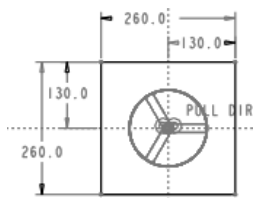

图 5.5 截面草图
(1) 选择命令。单击 模具 功能选项卡 形状 区域中的  拉伸 按钮。系统弹出“拉伸”操控板。
(2) 定义草绘截面放置属性。在绘图区中右击, 从快捷菜单中选择 定义内部草绘... 命令, 在系统弹出的“草绘”对话框中选择 MAIN_PARTING_PLN 基准平面为草绘平面, 选择 MOLD_RIGHT 基准平面为草绘平面的参考平面, 方向为 下, 然后单击 草绘 按钮, 系统进入截面草绘环境。
(3) 进入截面草绘环境后, 系统弹出“参考”对话框, 选取 MOLD_RIGHT 基准平面和 MOLD_FRONT 基准平面为草绘参考, 然后单击 关闭(C) 按钮, 绘制图 5.5 所示的特征截面, 完成绘制后, 单击“草绘”操控板中的“确定”按钮 。
(4) 选取深度类型并输入深度值。在操控板中选取深度类型  (对称), 在深度文本框中输入深度值 60.0 并按回车键。
(5) 在“拉伸”操控板中单击 按钮，完成拉伸特征的创建。